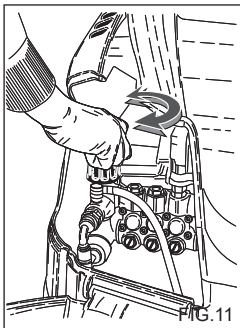

FIG. 11
Tässä kappaleessa käsitellään vain niitä malleja, jotka on varustettu ”paineensäädin” laitteella. Paineensäätimellä, fig. 11, käyttäjä voi säätää työpainetta. Kun nappi C on käännetty vastapäivään (B) (minimi), toimintapaine vähenee.